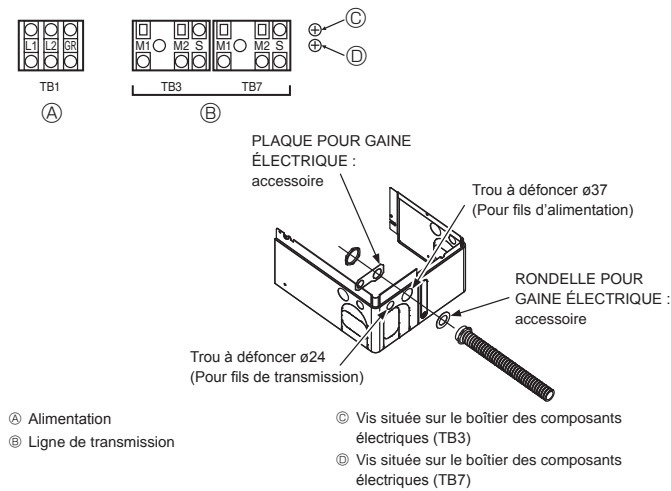

Fig. 6-1
6.2. Boîtier de commande et emplacement pour le raccordement des câbles (Fig. 6-1)
- Connectez les fils entre l'appareil extérieur et l'appareil intérieur ou raccordez le boîtier au bloc de sortie de transmission (TB3) de l'appareil extérieur. Connectez les fils entre l'appareil extérieur et le système de commande centralisée au bloc de sortie de transmission (TB7) de l'appareil extérieur. En cas d'utilisation de câblage blindé, raccordez la masse du câblage blindé à la borne blindée (S) du bornier (TB3) ou (TB7). Si la connexion du connecteur d'alimentation de transmission de l'appareil extérieur a été modifiée de CN41 à CN42, raccordez la borne blindée (S) du bornier (TB7) à la vis (Ⓒ) à l'aide du fil fourni.
- La borne blindée (S) du bloc de sortie de transmission (TB3) est connectée à la masse (Ⓒ) lorsque l'appareil quitte l'usine.